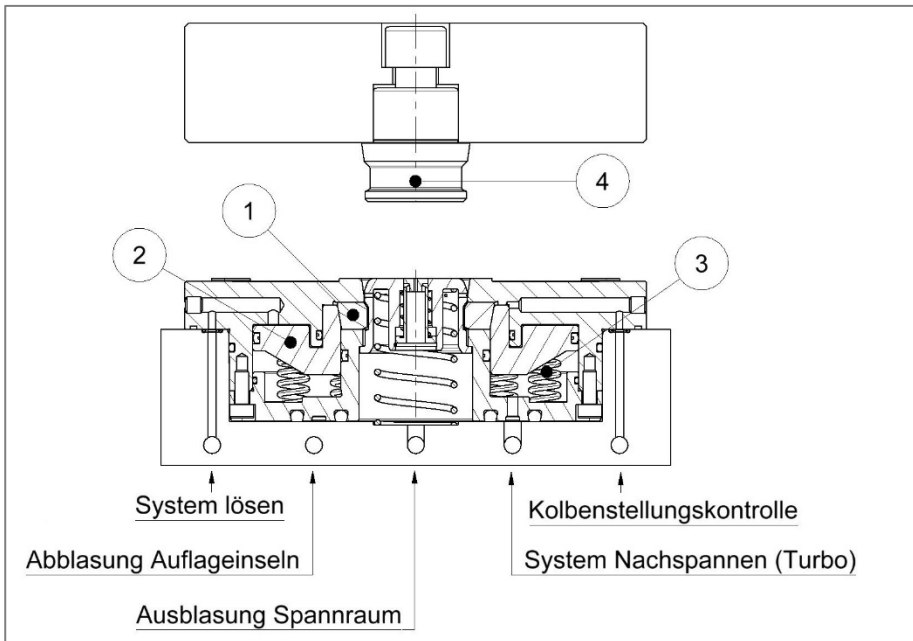

Abbildung 5 – Schnittbild Spann-/Lösevorgang
1. Um einen Spannvorgang einzuleiten, muss der Kolben (Abb. 5/2) am unteren Anschlag stehen. Das Druckmedium wird durch die Öffnung (System lösen) im Deckel über dem Kolben (Abb. 5/2) eingelassen. Die Ausblasung des Spannraums & die Abblasung der Auflageinseln werden aktiviert.
2. Der Kolben (Abb. 5/2), der die Spannsegmente (Abb. 5/1) umschließt, lässt diese durch die Spreizsegmente öffnen.
3. Der Spannbolzen (Abb. 5/4) ist in einer Vorrichtung montiert, diese kann jetzt eingeführt werden und muss plan anliegen. Sobald die Vorrichtung plan anliegt, wird die Ausblasung des Spannraums und die Abblasung der Auflageinseln deaktiviert.
4. Wird das Druckmedium nun abgelassen, bewegt sich der Kolben (Abb. 5/2) durch die Kraft des Federpakets (Abb. 5/3) nach oben. Die Spannsegmente (Abb. 5/1) werden an den Kolben (Abb. 5/2) angelegt und umschliessen den Spannbolzen (Abb. 5/4).
5. Um den Spannvorgang abzuschliessen wird das Druckmedium durch die Öffnung (System Nachspannen) im Gehäuse unter dem Kolben (Abb. 5/2) eingelassen. Dieses Druckmedium kann abgelassen werden oder bis zu einem neuen Lösevorgang anliegend bleiben. Danach wird die Kolbenstellungskontrolle über den separaten Anschluss abgefragt. Wenn kein Staudruck vorliegt, ist das System richtig gespannt. Ist Staudruck vorhanden ist das System nicht gespannt (Fehlspannung).
1. Das Druckmedium wird durch die Öffnung (System lösen) im Deckel über dem Kolben (Abb. 5/2) eingelassen. Die Ausblasung des Spannraums & die Abblasung der Auflageinseln werden aktiviert.
3. Der Spannbolzen (Abb. 5/4) kann nun aus dem Spannraum gehoben werden. Durch die Ausblas- und Abblasleitungen werden die Schnittstellen pneumatisch gereinigt.